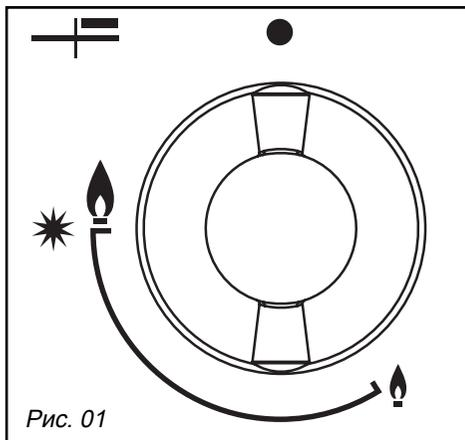

Рис. 01
- Отрегулируйте интенсивность пламени таким образом, чтобы оно не выходило за края ёмкости (рис.01).